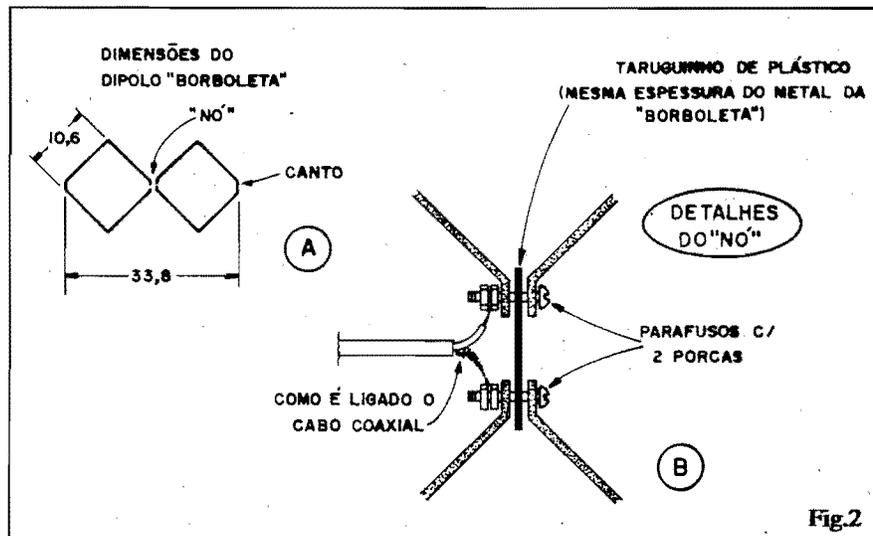
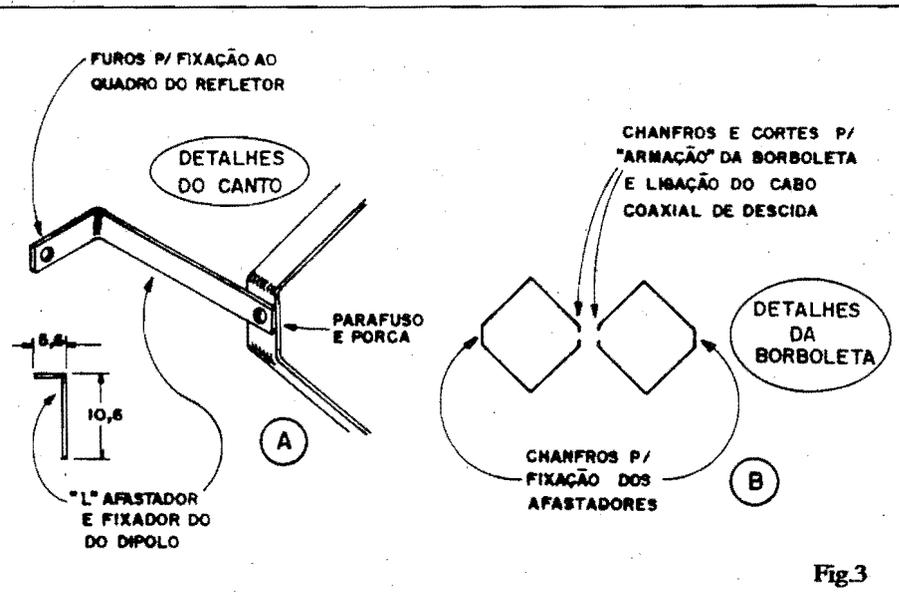

Fig.2
Fig.3
- **FIG. 2** - Terminado o quadro/refletor, podemos passar à confecção do elemento **dipolo** (o real "captador" da antena...), cujo formato e dimensões gerais são mostrados em 2-A. Olhando-se de frente o conjunto, a figura assemelha-se a uma "gravata borboleta" formada por dois quadrados (10,6cm. de lado) alinhados pelas suas diagonais, de modo a assumir um comprimento total de 33,8 cm. Dois pontos da estrutura são fundamentais na confecção da antena: o "NÓ" (centro ou "emenda" do conjunto de quadrados) e os "CANTOS" ("pontas" laterais dos dois quadrados). A fig. 2-B mostra os detalhes do "NÓ"... Na verdade, os dois quadrados (cada um um **dipolo**, conforme explicaremos mais adiante...) devem ser separados por um taruguinho isolador (plástico, vidro, cerâmica, etc.) que ficará "ensanduichado" entre as arestas (chanfradas e cortadas) dos quadrados, fixando-se o ponto com dois parafusos não muito curtos (cada um com **duas** porcas, com mostra a figura). Os
dois quadrados devem ser feitos também de metal (ferro ou - melhor - alumínio...) **chato**, com largura de 1 a 1,5 cm. **UMA DICA:** para a obtenção do material, tanto do quadro/refletor quanto da "borboleta", uma fonte prática são as oficinas que confeccionam e instalam "boxes" de banheiro, e que lidam com diversos perfis de alumínio (a nossa antena poderá ser feita com alguns simples "retalhos" ou sobras sem utilidades, do material normalmente usado em tais oficinas - "de repente" o Leitor pode obter o material até "no peito", com uma boa conversa...). Ainda na fig. 2-B antecipamos o método usado para conexão do **cabo de descida** (coaxial - 75ohms) da antena, cujas ligações serão feitas entre as porcas de "fixação" e as "extras" de cada um dos dois parafusos que estruturam o "NÓ" da antena...
FIG. 3 - Reportando-nos aos detalhes da fig. 2, mostramos agora outro ponto importante: como é feito o acabamento dos cantos da "borboleta" e sua fixações aos afastadores (que servem para dimensionar a distância da "borboleta" ao quadro/refletor, e também para prendê-la a este...). Esses afastadores (fig. 3-A) devem ser feitos com o mesmo metal **chato** (ferro ou alumínio) usado na formatação da "borboleta" (1 a 1,5 cm. de largura, qualquer espessura...), determinando um "L" com medidas de 10,6 cm. (no